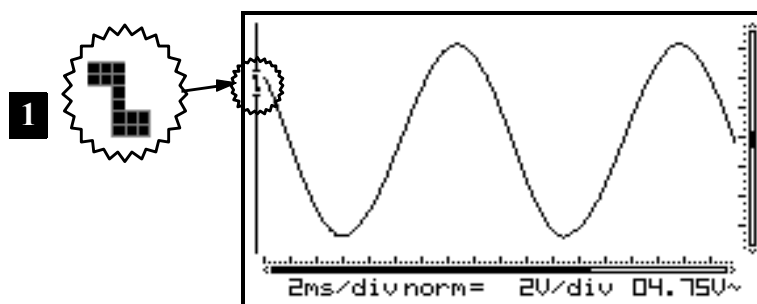

Fig 41
1. Démarrage sur le flan montant du signal: L'écran n'affiche le signal que lorsqu'il détecte un flan positif, c.-à-d. que le signal doit aller de bas en haut pour provoquer le démarrage. (Fig. 41)